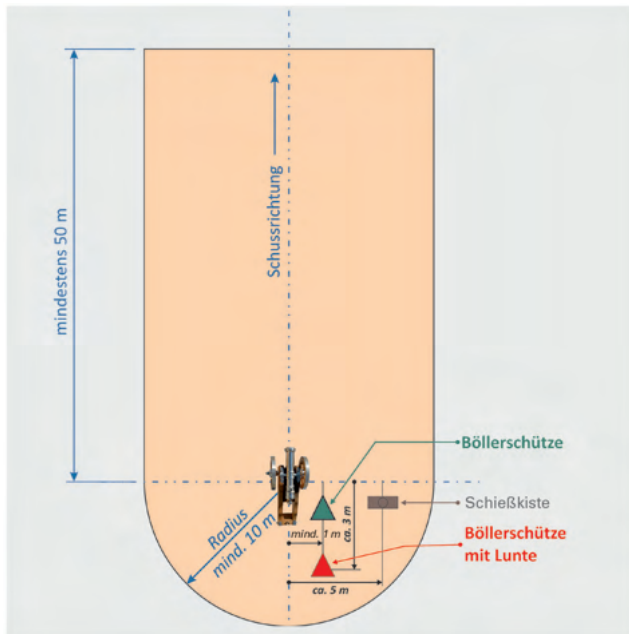

Abb. 44: Empfohlener Sicherheitsbereich Vorderladerkanone mit Luntenzündung
- Sicherheitsbereich prüfen und festlegen (s. Abb. 44).